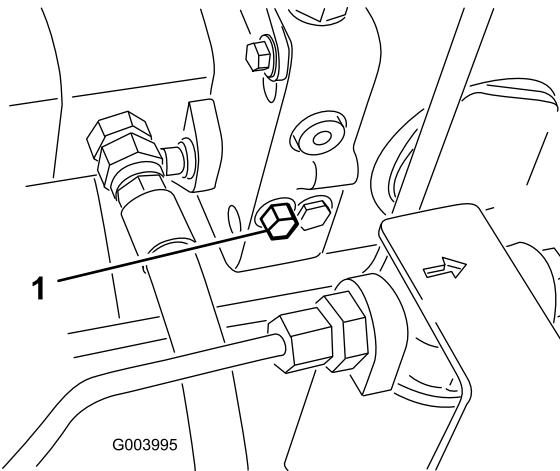

Figura 22
1. La valvola di bypass è situata sul lato sinistro dell'idrostato (Figura 22). Fate ruotare di un giro e mezzo il bullone per aprire e lasciare bypassare l'olio all'interno. Dal momento che il fluido viene bypassato, potete spostare lentamente la macchina senza danneggiare la trasmissione.